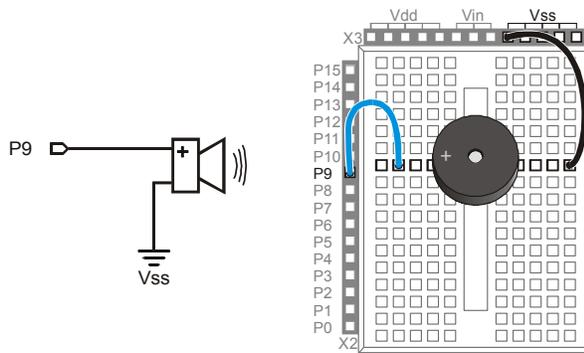

Figura 8-2
- √ Costruite il circuito mostrato in Figura 8-2.